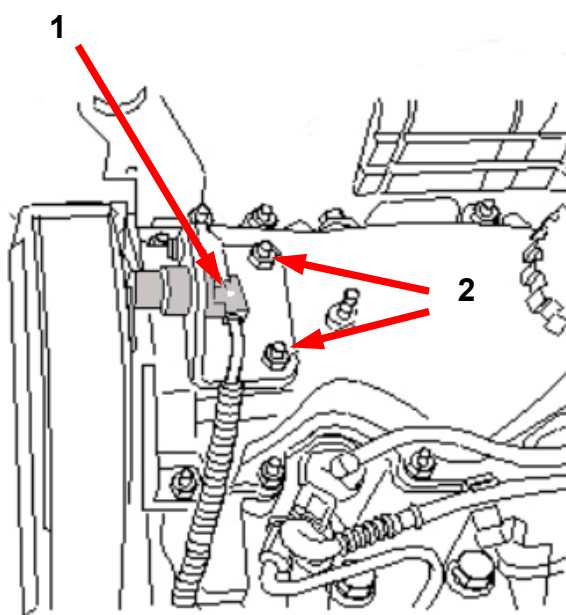

Abb. 1
- Stecker (s. Abb.1 Punkt 1) vom Sensor abziehen.
- Befestigungsmuttern vom Halter (s. Abb. 1 Punkt 2) abschrauben und Halter nach oben abnehmen.